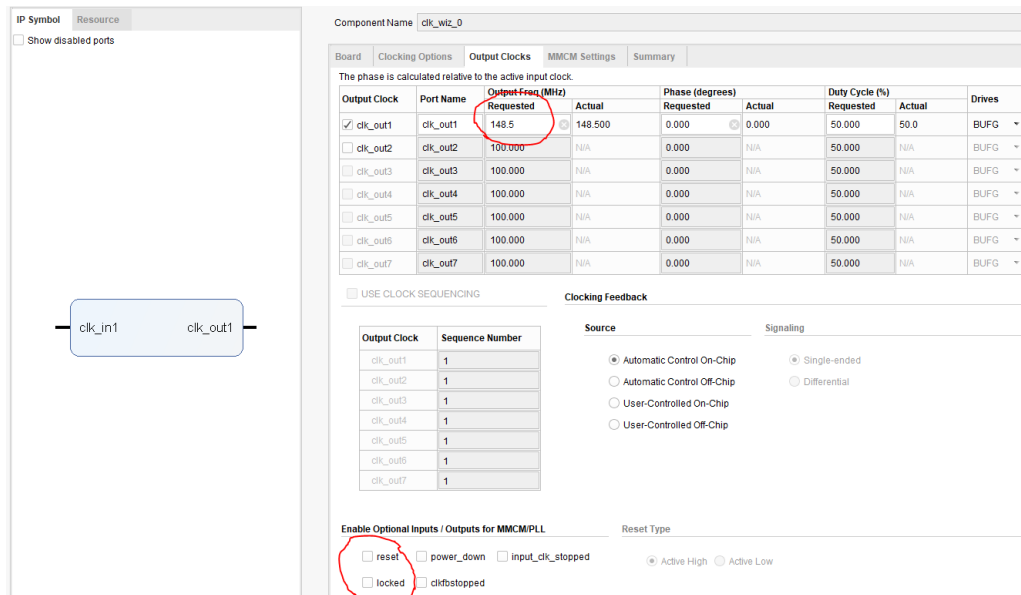

FIGURE 2 – Génération d'horloge à 148.5 MHz
7. Ajoutez une instance de *clocking wizard*, connectez son entrée à l'horloge FCLK_CLK2, puis configurez le bloc pour ressortir une horloge à 148.5 MHz (figure 2), sans reset ni *lock*.